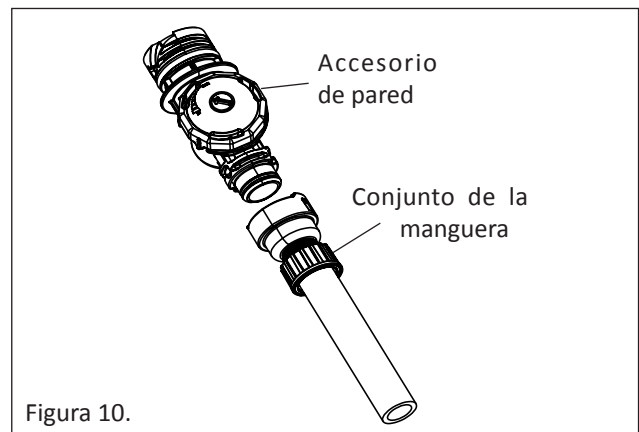

Figura 10.
1. Fije el conjunto de la manguera al accesorio de pared. Véase la figura 10. Luego fije el accesorio de pared (con la manguera) al adaptador de pared. Véase la Figura 10. Tome el extremo opuesta del conjunto de la manguera y camine hasta el punto más lejano de la piscina desde el adaptador de pared. Para evitar el exceso de estiramiento de la manguera, la manguera descansar en la parte superior del agua de la piscina. Mida la longitud de la manguera que sobra (manguera que se extiende más allá del borde de la piscina). Esto determina cuánto habrá que cortar de secciones dos y tres.